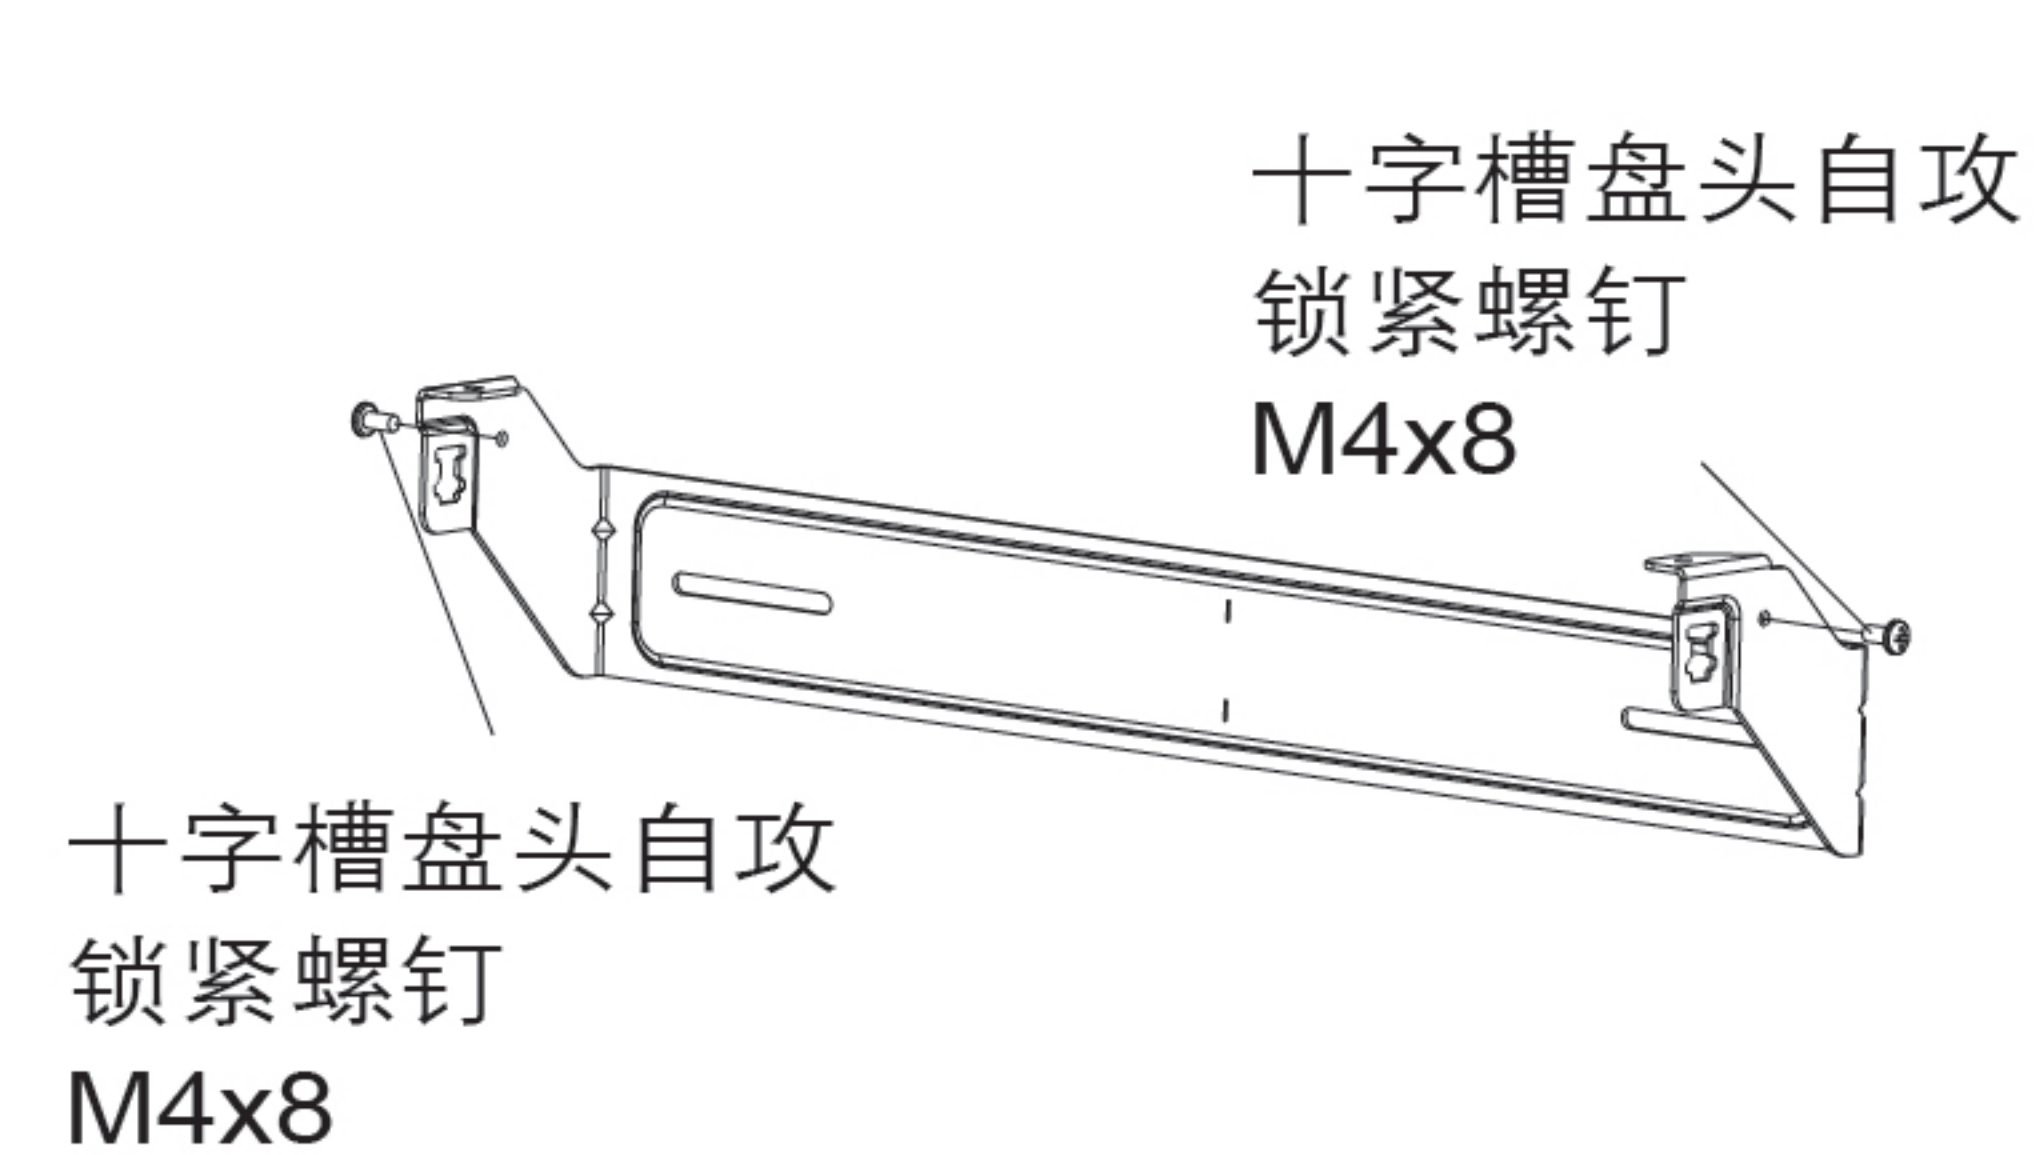
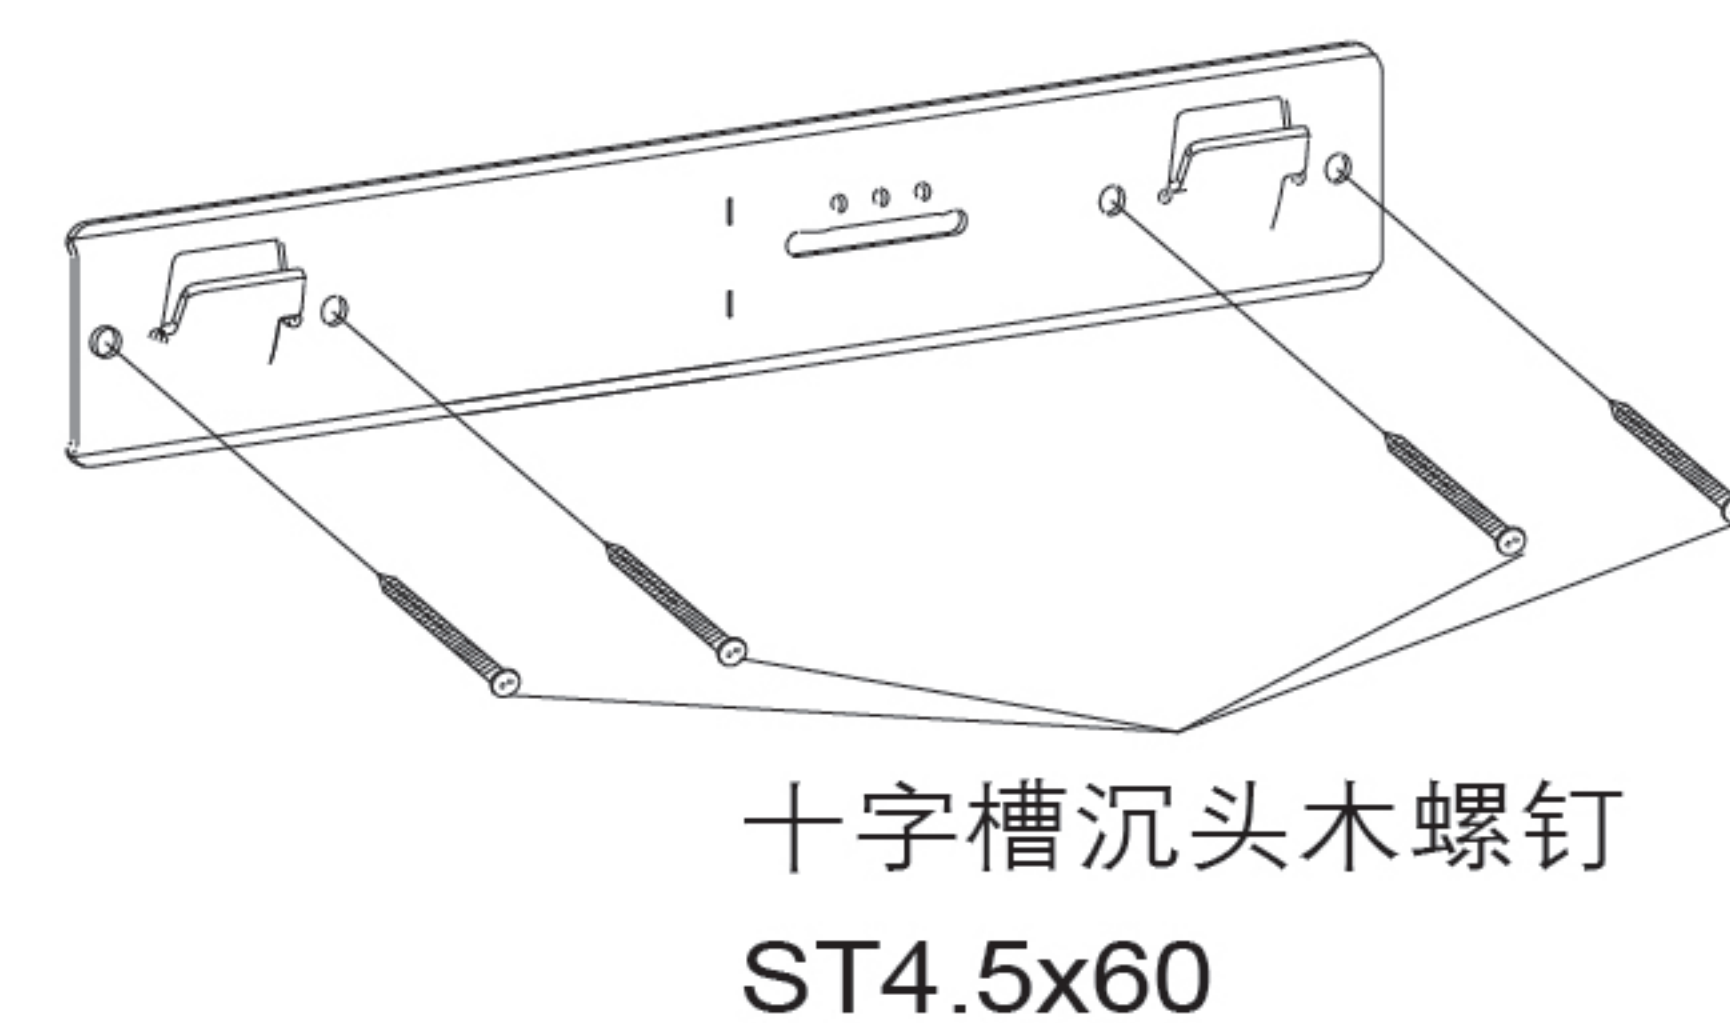
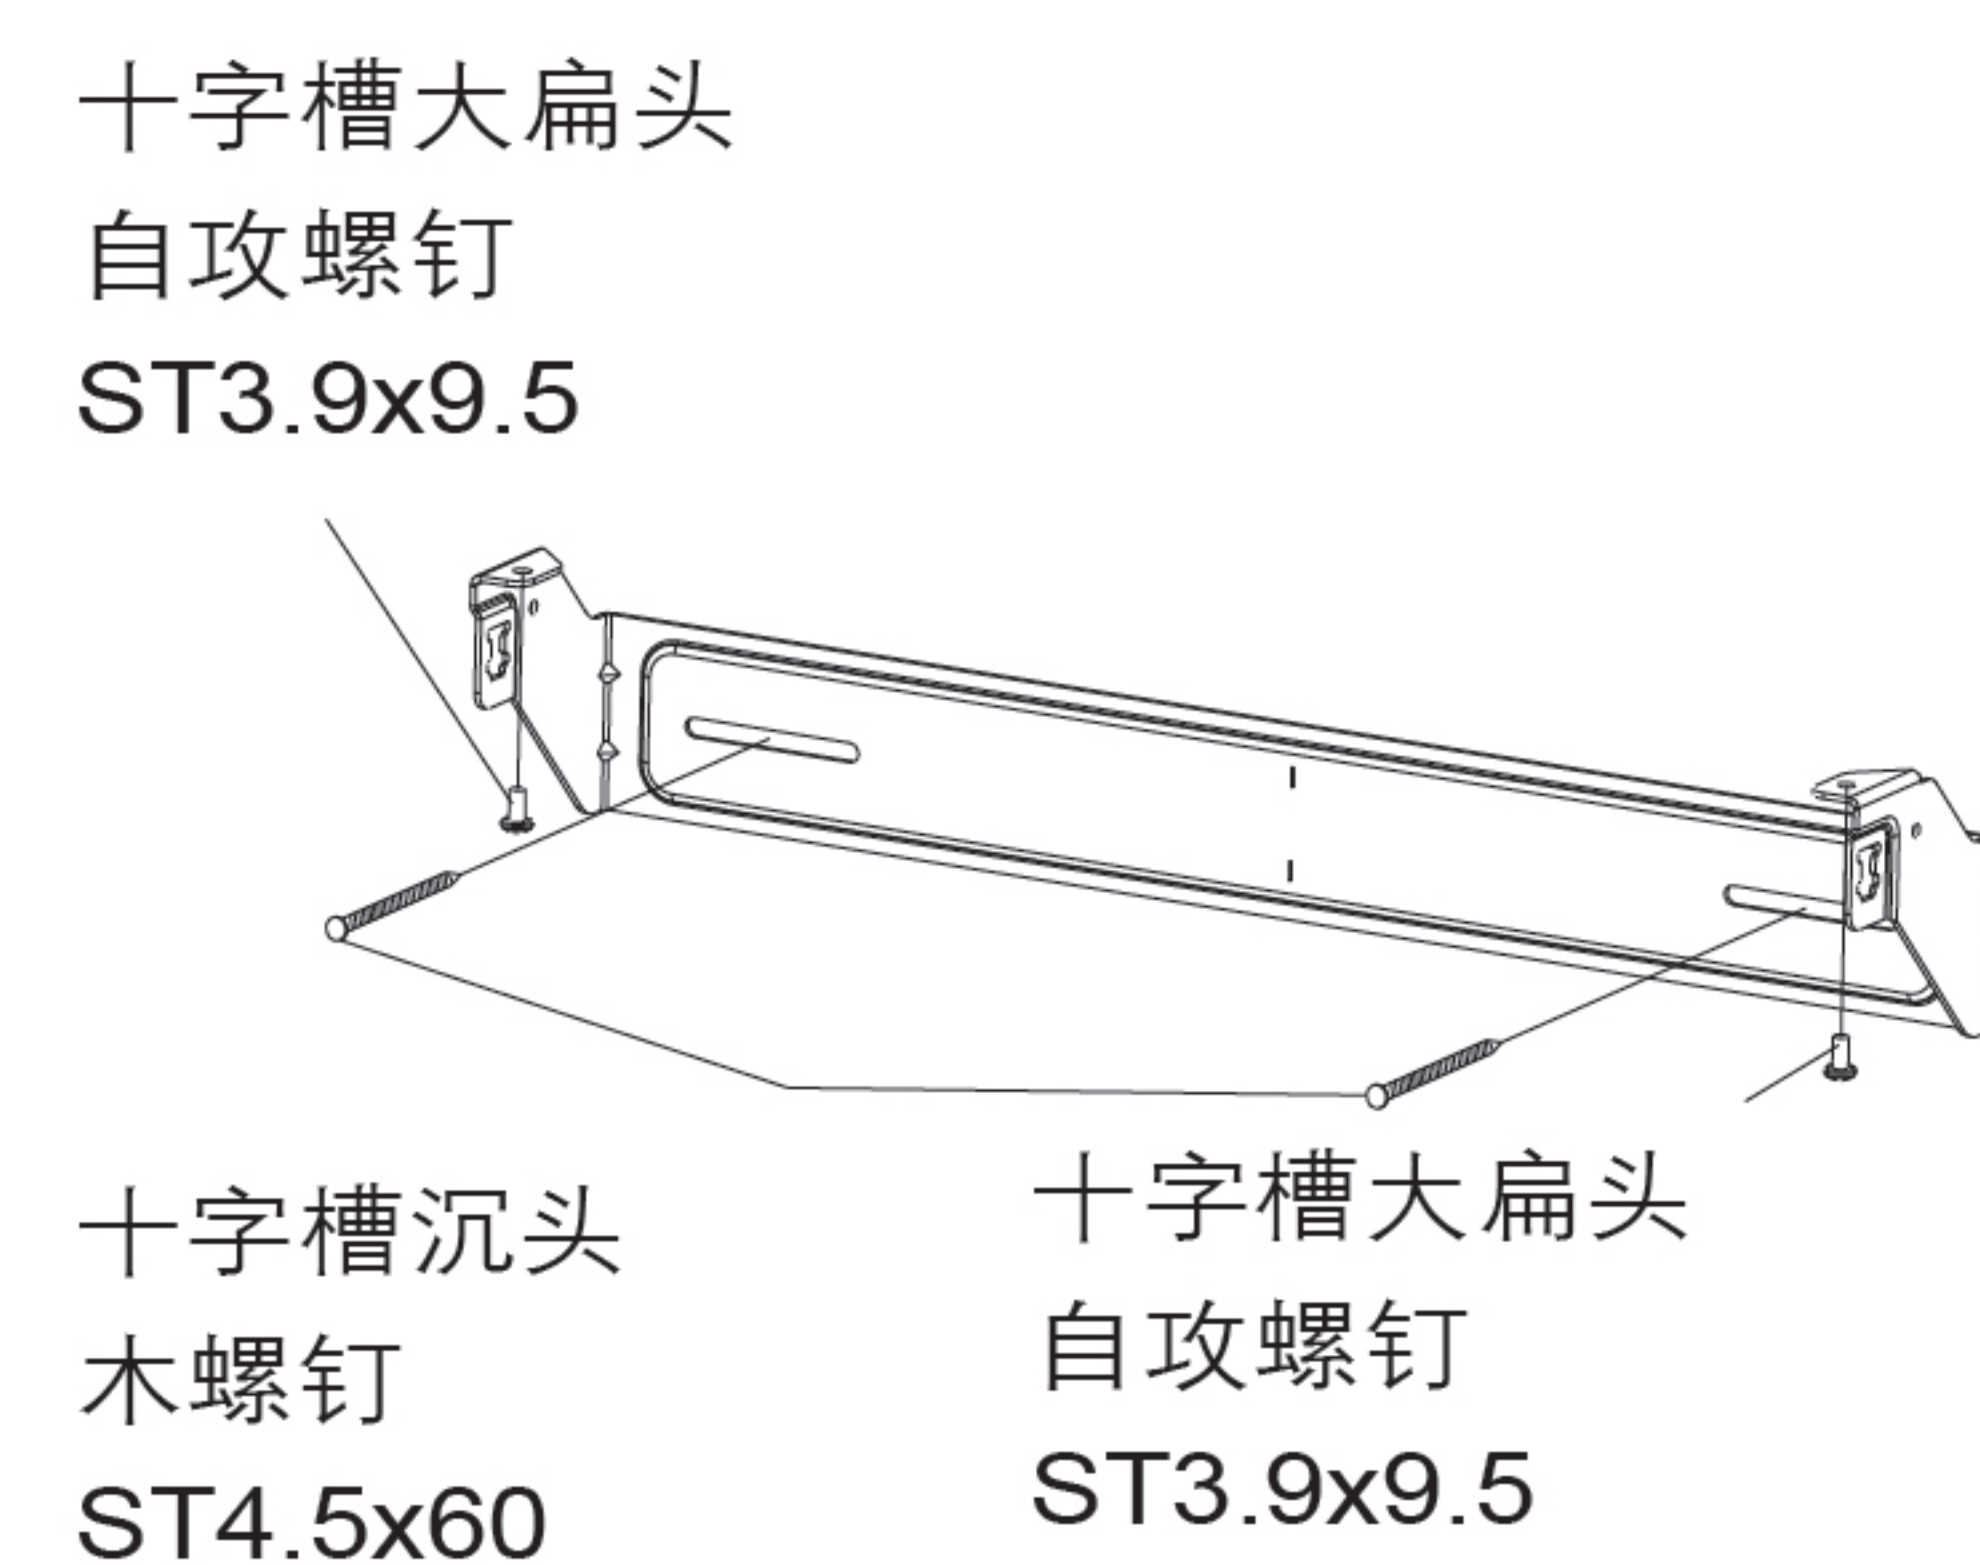

图9
图10
图11
2. 根据图8确定实心壁上冲击电钻的钻孔位置；根据这些位置钻孔；将膨胀管安装牢固。在装饰罩挂钩两侧安装2颗M4x8自攻螺钉（螺丝头与装饰罩挂钩之间预留2mm，如图9所示）；用6颗ST4.5x60木螺钉将挂钩和装饰罩挂钩固定在墙上；注意装饰罩挂钩的前端可以用2颗ST3.9x9.5自攻螺钉固定在吊顶上（如图10和图11所示）。